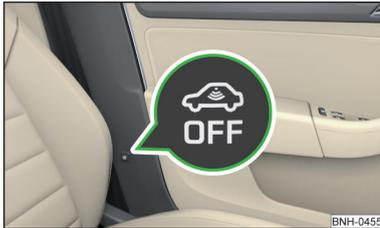

Abb. 35
- Die Symboltaste  » Abb. 35 an der B-Säule auf der Fahrerseite drücken.